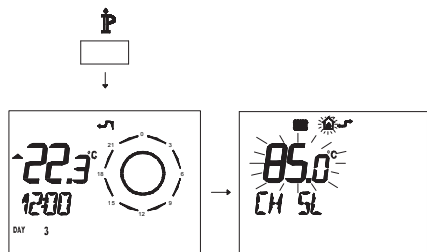

Figura 5.35
- Pulse durante más de 3 segundos el botón **IP** para entrar en la modalidad **INFO** (Figura 5.35).